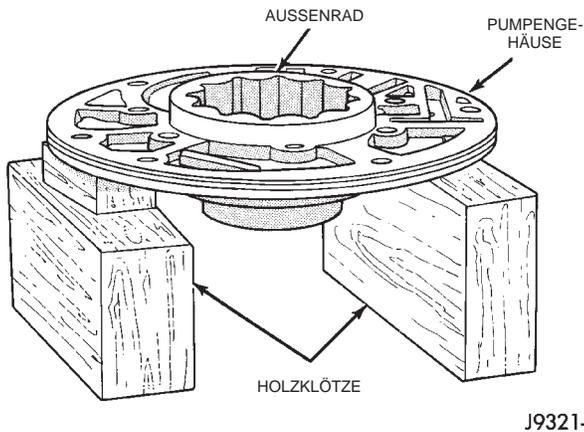

Abb. 126 Pumpe abstützen und Außenrad einbauen
- (1) Aufnahmebohrung für Pumpenräder im Pumpengehäuse mit Getriebeflüssigkeit schmieren.
- (2) Pumpenräder mit Getriebeflüssigkeit schmieren.
- (3) Pumpengehäuse auf Holzklötze legen (Abb. 126).
- (4) Außenrad in Pumpengehäuse einlegen (Abb. 126). Das Außenrad kann in beliebiger Richtung eingebaut werden (keine bestimmte Einbaurichtung vorgeschrieben).